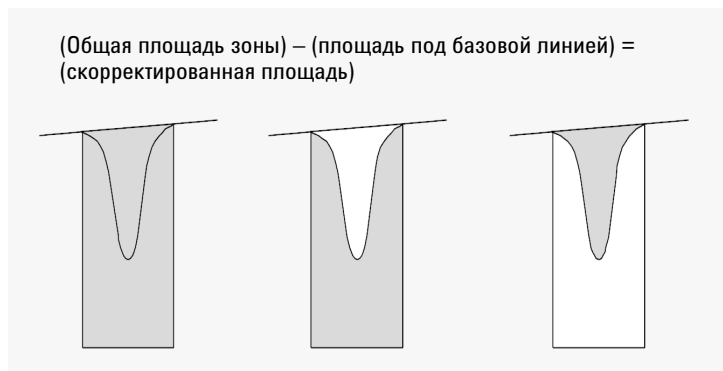

Рисунок 12 Измерение площади отрицательных пиков
- для пиков, выявленных по касательной (T), как площадь над обновленной базовой линией,
- для пиков растворителя (S), как площадь над горизонтальным продлением из последней обнаруженной точки базовой линии и под обновленной базовой линией, полученной для пиков, выявленных по касательной (T). Пик растворителя может увеличиваться слишком медленно, чтобы быть распознанным, или же в ходе анализа возможно появление группы пиков, которую следует обрабатывать как пик растворителя с множеством наездников. Обычно такой пик включает группу слившихся пиков, где один гораздо больше, чем остальные. Простая разметка линией проекции будет завышать результаты обработки последующих пиков, так как они, на самом деле, находятся на заднем склоне первого пика. При принудительном распознавании первого пика как пик растворителя остальная часть группы отделяется от заднего склона,
- отрицательные пики, которые встречаются ниже базовой линии, имеют положительную площадь, как показано на Рис. 12 на странице 36.